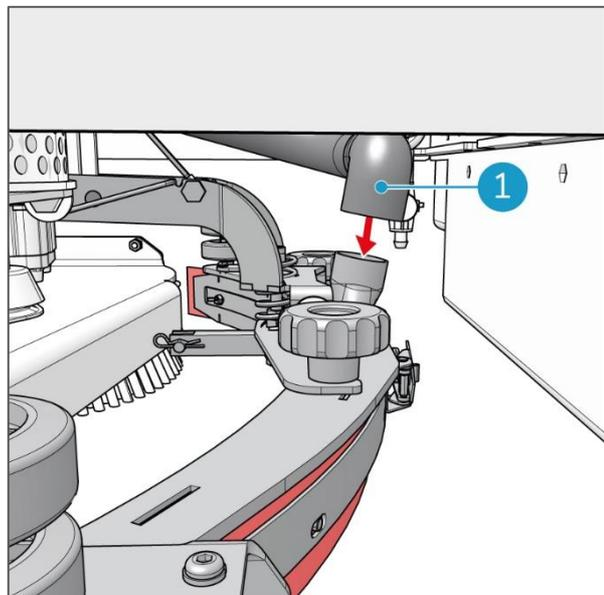

Abbildung 35
6. Schieben Sie den Saugschlauch in den Schlauchanschluss der Rakel (Abbildung 35, Pos. 1).